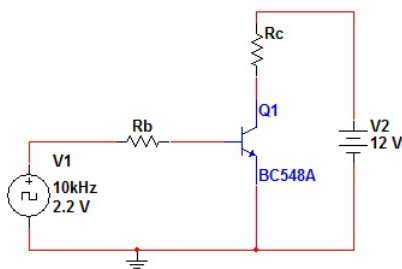

Figura 3. Circuito chaveado por transistor.
- Monte o circuito da figura 3 calculando os valores de R_b e R_c com base nas fórmulas já apresentadas. O sinal de entrada é uma onda quadrada com tensão de 2.2Vp e frequência de 10KHz. Os parâmetros do transistor BC548 encontram-se na tabela I para a utilização nos cálculos. Adapte os valores dos resistores para valores comerciais.